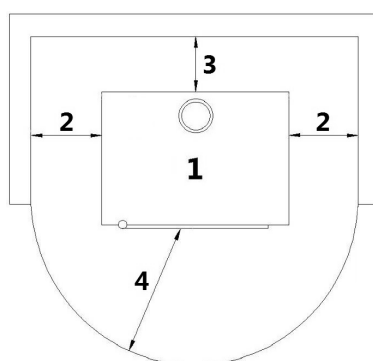

Fig. 31 - Γενική Εγκατάσταση
LEGEND	Fig. 31
- Προτείνουμε την εγκατάσταση της σόμπας με διάκενο από τυχόν τοίχους ή / και έπιπλα τουλάχιστον 300 mm στα πλάγια και 200 mm από το πίσω μέρος για να επιτρέπουν την αποτελεσματική ψύξη της συσκευής και την καλή κατανομή της θερμότητας στο δωμάτιο. (βλέπε Fig. 31).
- Αν οι τοίχοι περιέχουν εύφλεκτα υλικά ,ελέγξτε τις αποστάσεις ασφαλείας (βλέπε Fig. 31).